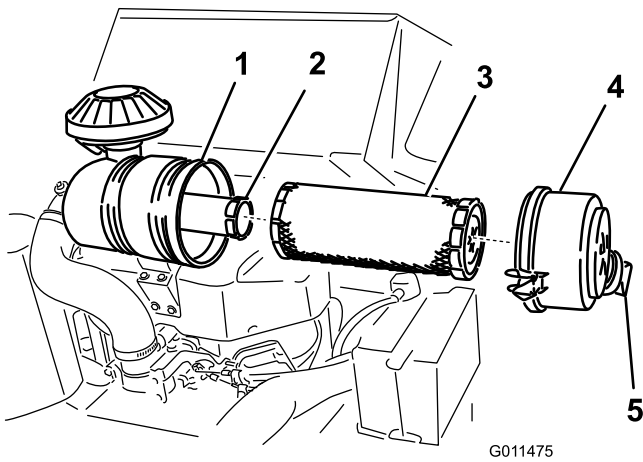

Figure 34
3. Ouvrez les verrous du filtre à air et séparez le couvercle du corps du filtre (Figure 34).
1. Sortez l'élément principal du corps du filtre avec précaution (Figure 34). Évitez de cogner l'élément à l'intérieur du corps.
4. Si vous remplacez l'élément filtrant de sécurité, insérez-le avec précaution dans le corps du filtre (Figure 34).
5. Placez ensuite l'élément principal sur l'élément de sécurité avec le même soin (Figure 34). Assurez-vous qu'il est bien engagé en appuyant sur le rebord extérieur.
6. Reposez le couvercle du filtre à air, le capuchon anti-poussière orienté comme indiqué à la Figure 34, et fermez les verrous.